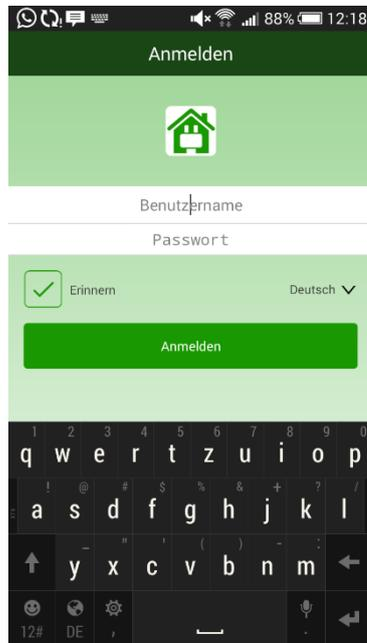

Abbildung 76: Anmeldefenster der BYD EnergieMS App
- Starten Sie mit ihrem Smartphone die APP „BYD EnergyMS“. Geben Sie als Benutzernamen den von Ihnen gewählten Benutzernamen ein. Als Passwort geben Sie das von Ihnen gewählte Passwort ein. In Abbildung 76 ist die Anmeldeoberfläche der APP dargestellt.